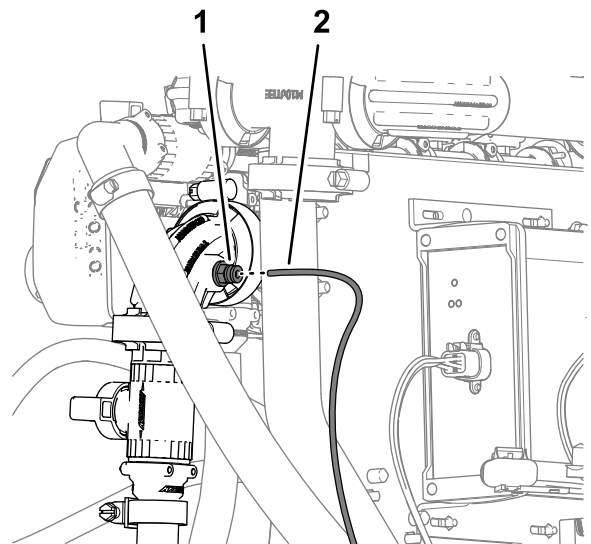

Рисунок 140
- Подсоедините конец трубки датчика давления (пластиковой) для манометра на приборной панели к запорному кольцу соединительной муфты трубки на прямоугольном штуцере отсечного клапана комплекта ручного распылителя или электрического шлангового барабана (Рисунок 140).
- Вставьте трубку датчика давления в запорное кольцо до полной посадки трубки (Рисунок 140).